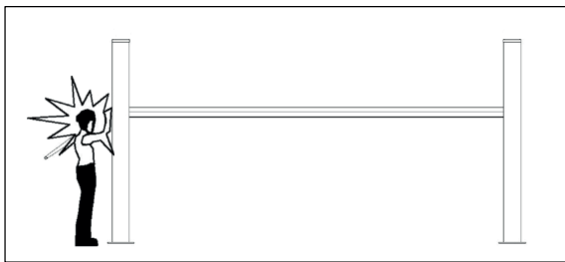

Figure 10
- Si, pour des raisons opérationnelles, le pont élévateur est arrêté à une hauteur relativement basse (plus bas que 1,75 m au-dessus du sol), le personnel doit faire attention de ne pas se cogner aux parties de la machine qui ne sont pas marquées en couleur (figure 10).